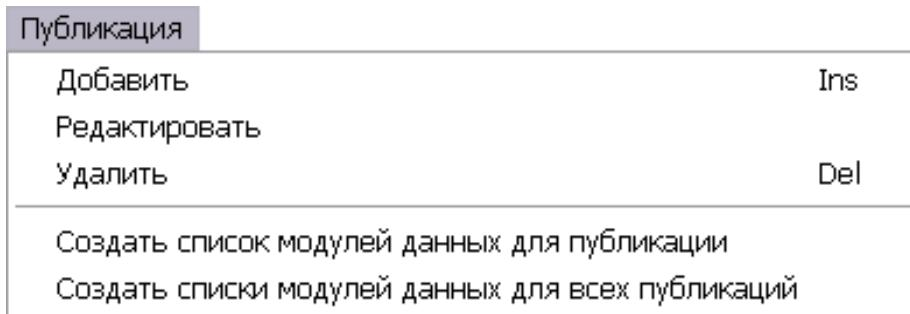

Рис. 212
3. Выберите меню **Публикация**. После этого откроется выпадающее меню (рис. 212).